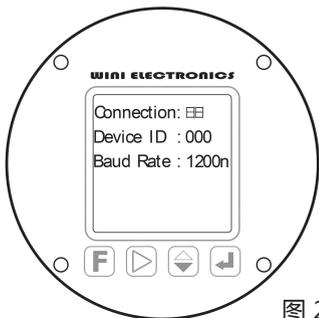

图 2
## 3 通讯状态显示界面：在图 1（流量计正常运行画面）状态下，按 **F** 键进入通讯状态画面，见图 2:
- 3.3 第三行 : Baud Rate---波特率。如图 2 显示, 当前显示波特率为 1200 bps。再按 **F** 键, 退回到正常运行状态画面 (图 1)。